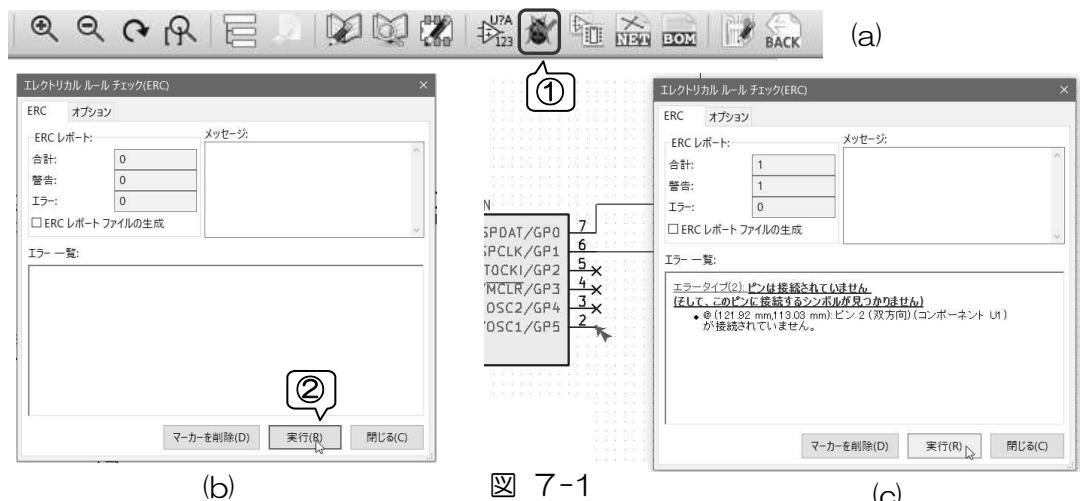

図 7-1
- 上ツールバー 「エレクトリカルルールチェックの実行」をクリックします。図 7-1-(a)
- ERC ダイアログの実行をクリックします。図 7-1-(b)
- エラーがあるときは、その内容が表示されると同時に回路図中のエラー関連箇所が で指示されます。図 7-1-(c)